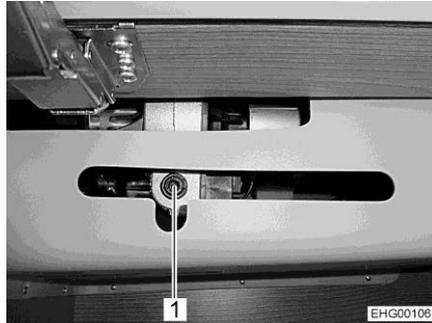

Fig. 80 Accès à l'entraînement
- Si la fixation (Fig. 80,1) de l'entraînement est montée dans le meuble haut, ouvrir cette dernière.
- Insérer la manivelle ou la clé mâle coudée pour vis à six pans creux dans la réception sur le moteur (Fig. 80,1).